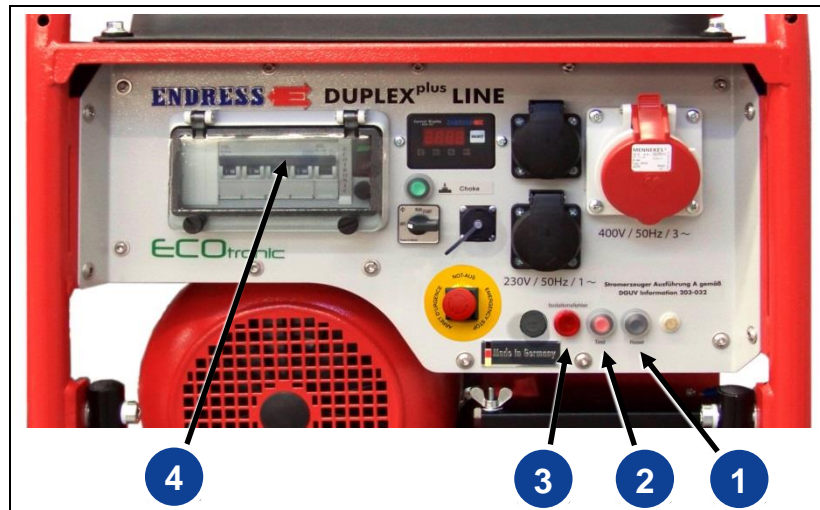

Abb. 5-2: Isolationsüberwachung
3. Drücken Sie den Testknopf (Abb. 5-2-(2))
- ✓ Die Lampe (Abb. 5-2-(3)) und die Position des Leitungsschutzschalters (Abb. 5-2-(4)) zeigen das Ergebnis an:
- 1. Nach der Überprüfung muss der Reset-Taster (siehe Abb. 5-2-(1)) gedrückt und der Leitungsschutzschalter in Pos. 1 gebracht werden, um das Gerät wieder zu betreiben.
- ✓ Die Lampe (siehe Abb. 5-2-(3)) und die Position des Leitungsschutzschalters zeigen das Ergebnis an:
- 2. Nach dem Abschalten des Verbrauchers und dem Trennen der Steckerverbindung muss der Reset-Taster (siehe Abb. 5-2-(1)) gedrückt und der Leitungsschutzschalter in Pos. 1 gebracht werden, um das Gerät wieder zu betreiben.
- ✓ Der Leitungsschutzschalter (*Abb. 5-2-(4)*) löst aus (Pos. 0)